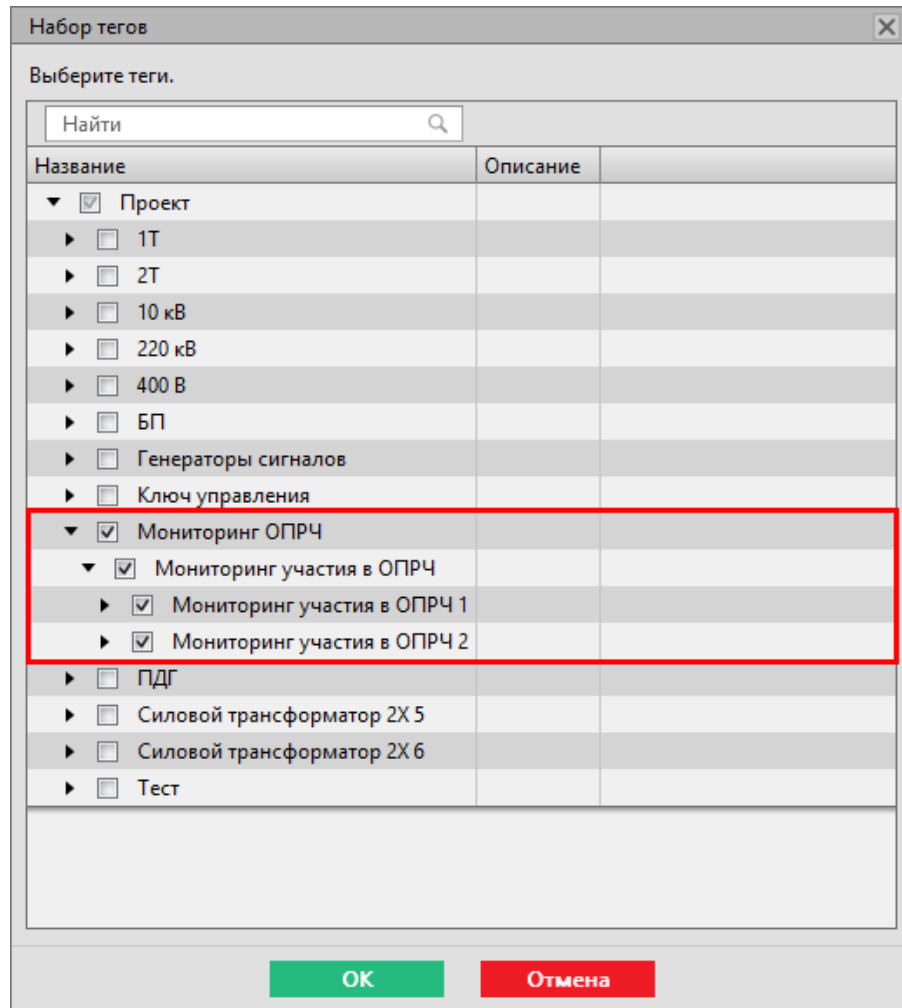

Рисунок 340 - Выбор тегов для политики архивирования
5. Нажмите двойным щелчком **ЛКМ** по политике архивирования, созданной для мониторинга ОПРЧ в п.3. Выберите теги мониторинга ОПРЧ и нажмите **ОК** (Рисунок 340).